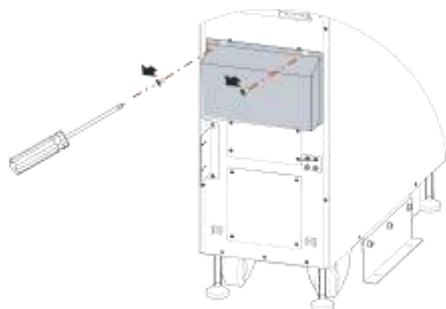
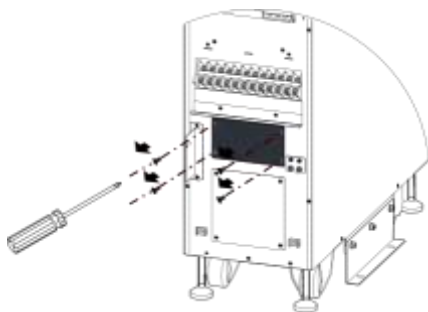

Рис. 3-17 Открутите винты кабельной крышки
Рис. 3-18 Откройте винты, крепящие крышку отсека установочной перемычки
Step 1 Открутите винты крышки кабельного отсека (как показано на Рис. 3-17), снимите крышку. Затем отвинтите крышку отсека для перемычки установки режима (как показано на Рис. 3-18), и снимите крышку.